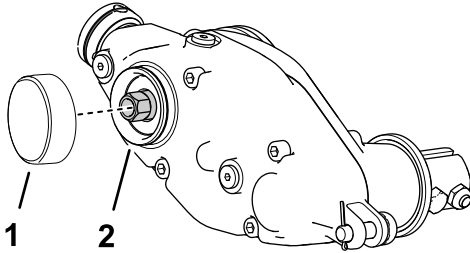

図 9
1. スナッピングの溝と外径部分に、中程度のシリンドラ保持コンパウンドGreen Loctite® 609などを塗る 図 9。
2. 図 9のようにキャップを取り付ける。